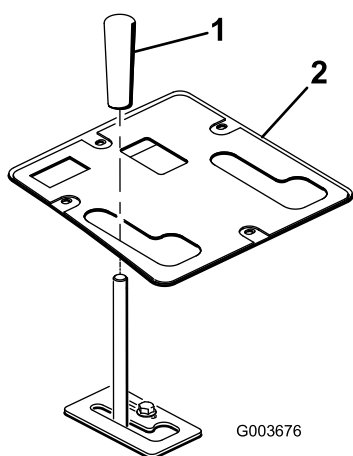

Figura 26
11. Fixai panoul de comandă cu elementele de fixare îndepărtate anterior (Figura 26).
12. Montai butonul la maneta de ridicare (Figura 26).